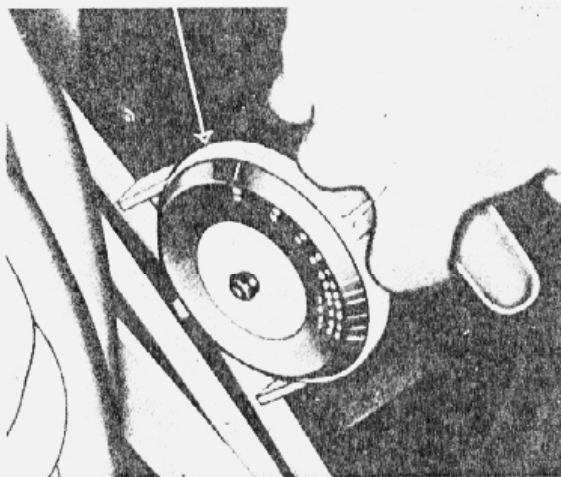

fig. 2 - ferramenta para o ajuste da tensão da correia
Efeito de um ajuste correto da correia, o ruído será reduzido ao mínimo e a vida útil da correia será aumentada. É recomendado o uso de um aparelho especial (fig. 2) para verificação e ajuste da tensão da correia.
1. Instalar a ferramenta de ajuste da tensão da correia (fig. 2) e verificar a tensão da correia seguindo as instruções fornecidas pelo fabricante da ferramenta.